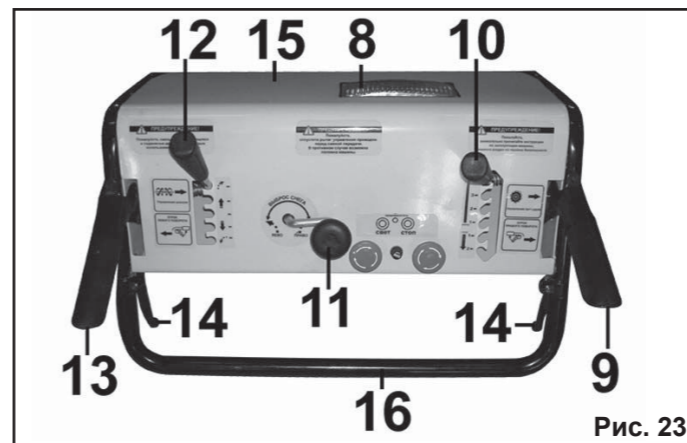

Рис. 23
8.4. Переключение передач (Рис.23).